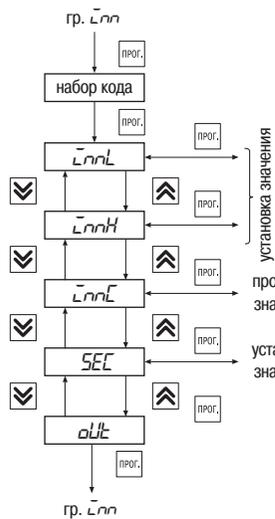

Рис. 20
6.2.2.7. Группа «Lnn» предназначена для задания числа импульсов при перемещении задвижки или затвора из одного конечного положения в другое (рис. 20). Код доступа для этой группы «_55».